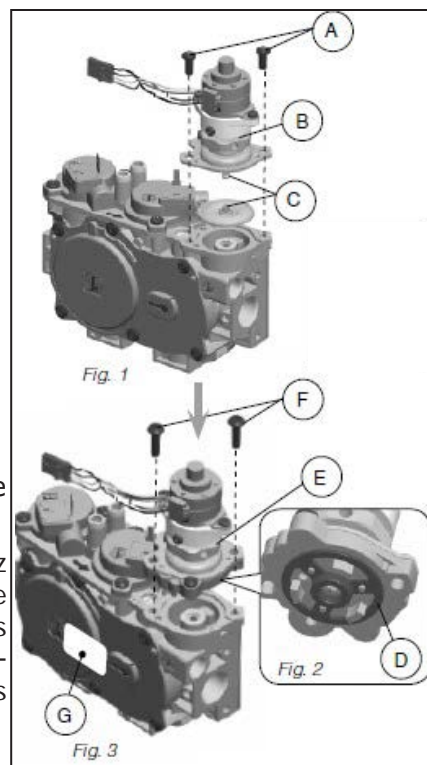

Figure 43 : Conversion de la valve SIT
10. Convertir la vanne à gaz SIT (Figure 43) :